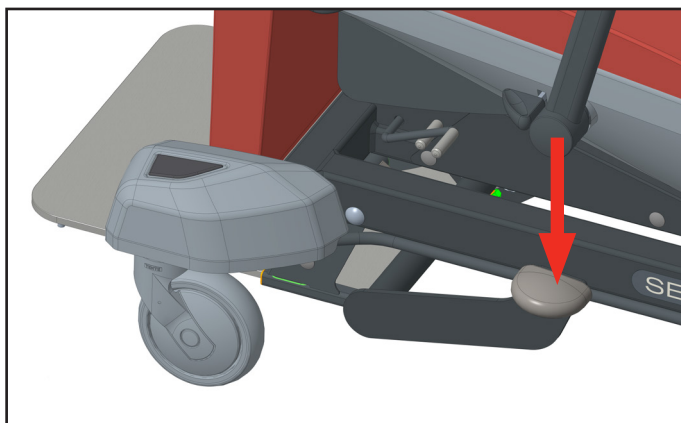

Fig. 13 Levage
- ▶ Placer le fauteuil dans la position souhaitée en **appuyant plusieurs fois sur la pédale** (voir Fig. 13). Le support de matelas du fauteuil s'incline d'abord de 25° vers l'avant, puis commence à se soulever.